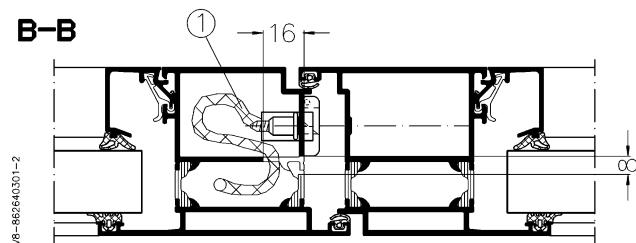

Bild 11. Riegelschaltkontakt (1) in einer Zweiflügeligen Royal S Tür fertig montiert.
- Wählen Sie die Fertigungszeichnung **K13091**. Legen Sie den Einbauort des Riegelschaltkontakte (1) im Schließblech fest (A-A). Bei zweiflügeligen Türen im Standflügel (B-B). Beachten Sie bei zweiflügeligen Türen die Hinweise zur Leitungsführung. (Bild 11 und 12)
Die umlaufende Leitungsführung z.B. im Isolierbereich (K) bis zum Riegelschaltkontakt. (Bild 11)